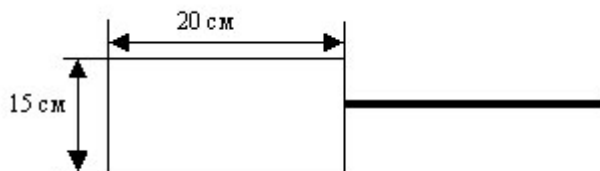

Рисунок 2 – Имитатор стандартной цели
- введите внутрь охраняемого объема и перемещайте по направлению к охраняемым предметам со скоростью приблизительно 0,03 м/с имитатор стандартной цели (см. рисунок 2) так, чтобы плоскость его панели была перпендикулярна оси ориентации АИ или АП;